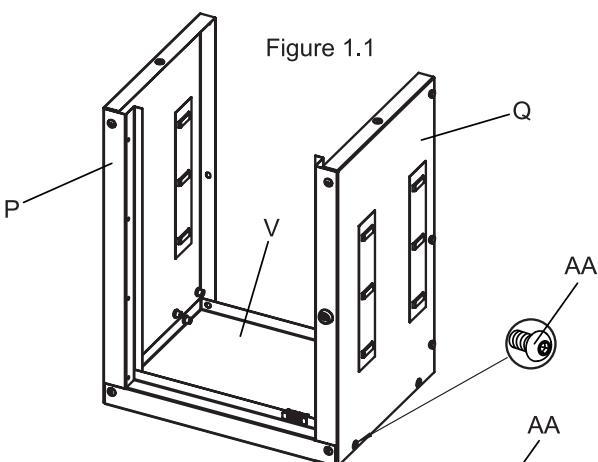

Figure 1.1
- For left side wall cabinet, attach side panels (P & Q) to bottom panel (V) with M6 x 16mm bolts (AA) and tighten with supplied hex key. Do not fully tighten. See Figure 1.1
- Bei linksseitigen Wandschränken die Seitenwände (P und Q) mit M6 x 16 mm Schrauben (AA) an der Bodenplatte (V) befestigen und mit dem mitgelieferten Sechskantschlüssel festziehen. Nicht vollständig festziehen. Siehe Abbildung 1.1